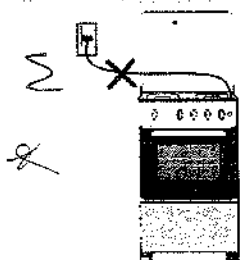

Fig. 12
- 1 | Não deixe o cabo de alimentação passar por trás do fogão (Fig.12).